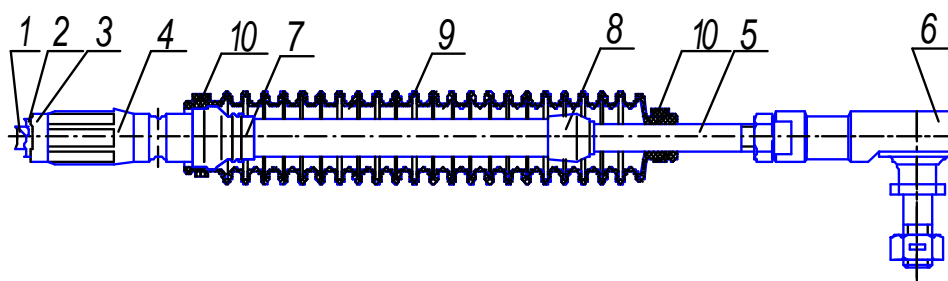

Рис. 3 Трос
1.3. Трос (рис. 3) представляет собой стальной витой многожильный канат 1, заключенный в гибкую металлическую броню 2 из пружинной стали. Металлическая броня покрыта сверху пластмассовой оболочкой 3. На концах троса напрессованы втулки 4. Сочленение «втулка - трубка» называется «маятниковый шарнир» и допускает поворот деталей друг относительно друга по конусу вращения с углом до 16° . Канат заканчивается штоком 5, на который ввернута шаровая опора 6, которой трос шарнирно соединяется с деталями механизма управления и транслятора. Стык маятникового шарнира герметизируется резиновым уплотнителем 7. Подвижный шток 8 герметизируется уплотнителем и втулкой. Все соединение закрыто гофрированным чехлом 9, концы которого затянуты хомутами 10.
Для обеспечения герметичности тросового привода применены резиновые уплотнители 7 и 8 (рис. 3) и гофрированные чехлы 9.
Следует обратить особое внимание на работу маятникового шарнира (см. рис. 3). Недопустимо превышение угла конуса вращения (16°), так как это приводит к разрушению маятникового шарнира и выходу троса из строя.
При монтаже и демонтаже тросов по кузову автобуса следует особо обратить внимание на предотвращение повреждения о металлические конструкции кузова (рис.3):